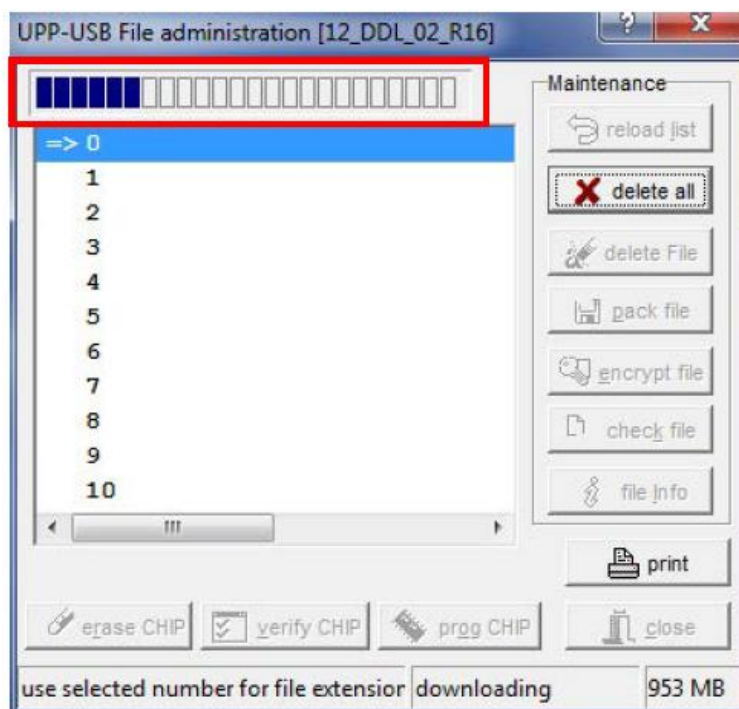

Рисунок 18
2.2.15 Программатор E-LAB приступает к процедуре загрузки. Ход выполнения отображается на индикаторе выполнения в верхней части окна «UPP-USB File administration» (рисунок 18).